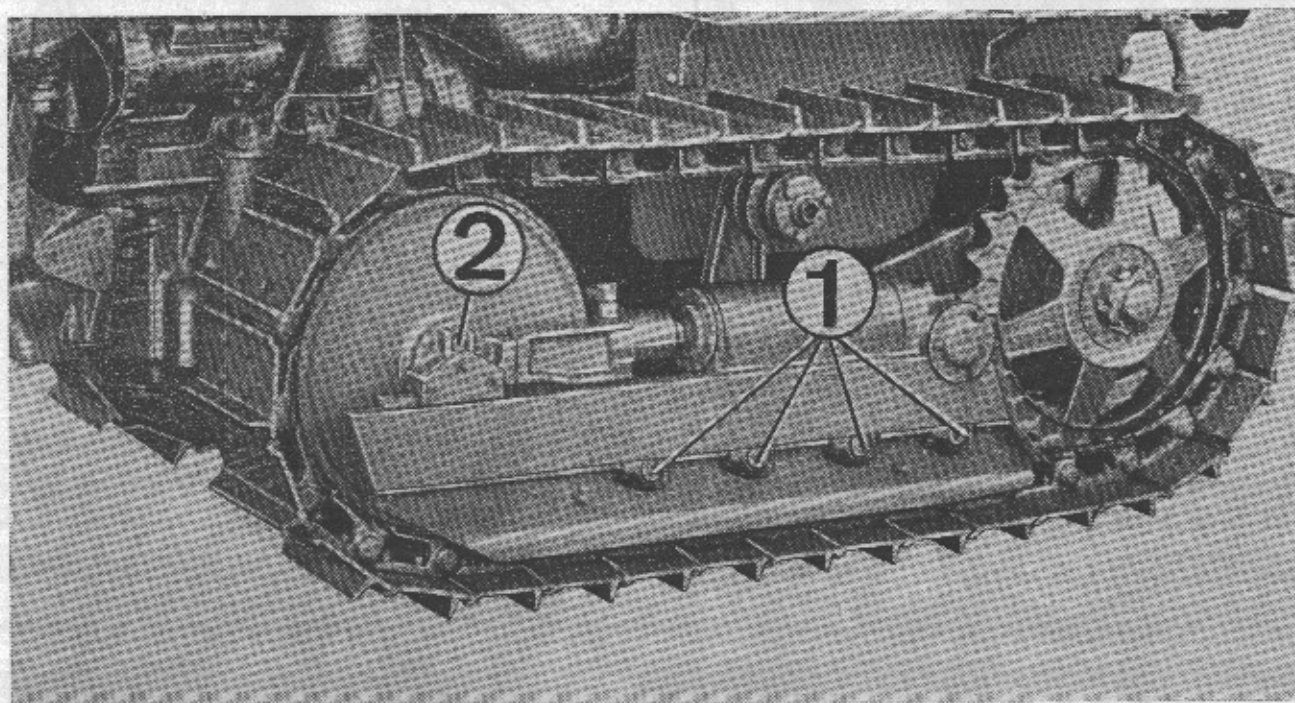

Fig. 63
- 2) **Rulli e ruote folli** (fig. 63) - Verificare che non vi siano eventuali perdite dalle guarnizioni visibili dalla colorazione rossa dell'olio trafilato.